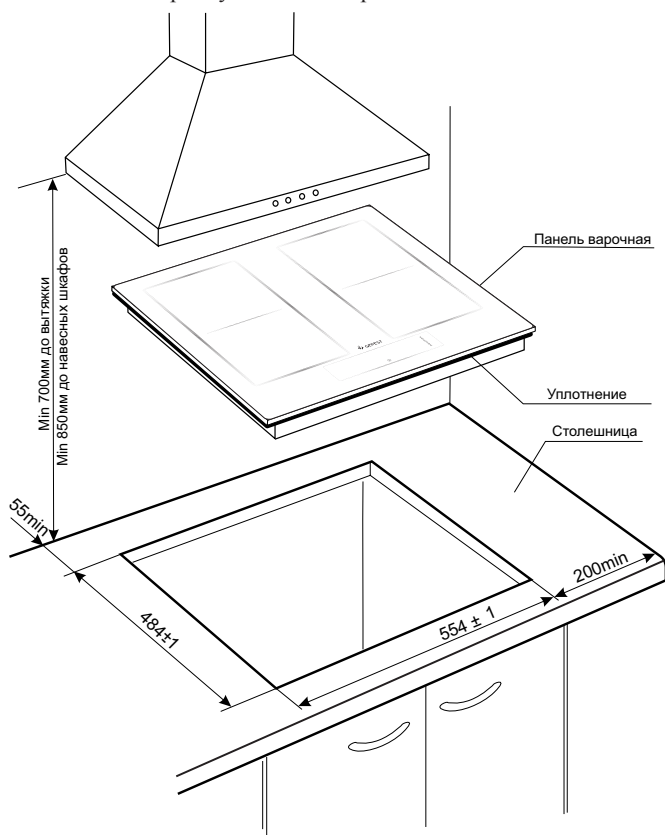

Рис. 4 ПВИ 4234; ПВИ 4234 К12
1. Точно разметить на столешнице контур проема под варочную панель (рис.4).